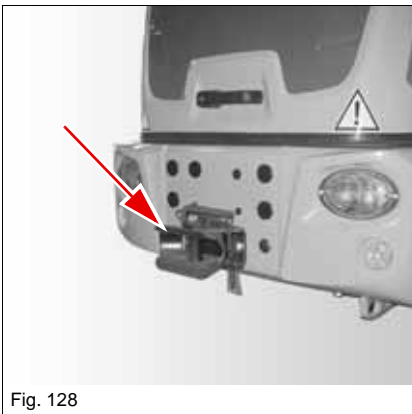

Fig. 128
- Utiliser les dispositifs de remorquage (*Fig. 128*) pour remorquer la machine.